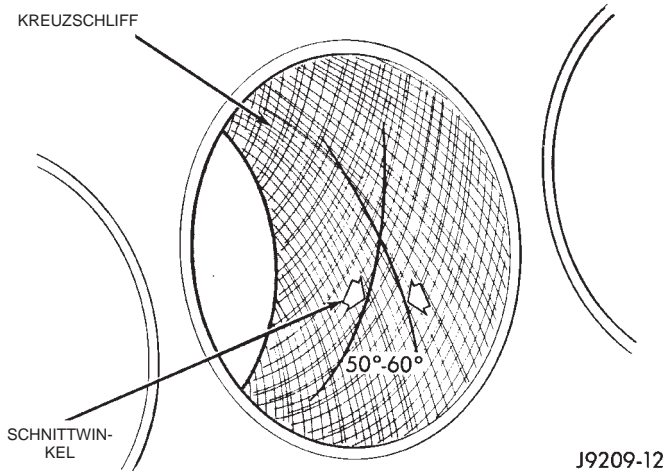

Abb. 1 1 Kreuzschliff der Zylinderlauffläche
(3) Die Geschwindigkeit der Hubbewegungen ist so zu wählen, daß ein Kreuzschliff entsteht. Die Bearbeitungsspuren müssen sich unter einem Winkel von 50° bis 60° KREUZEN, damit die Kolbenringe richtig sitzen (Abb. 1).
(4) Um den gewünschten Kreuzschliff zu erhalten, muß die Motordrehzahl des Hongeräts auf 200 bis 300 min⁻¹ eingestellt sein. Die Anzahl der Hubbewegungen wird entsprechend des gewünschten Schnittwinkels von 50° bis 60° eingestellt. Je schneller die Hubbewegung, umso größer der Schnittwinkel.
(5) Nach dem Honen muß der Motorblock von Abrieb gereinigt werden. Die Teile mit einem in hei-